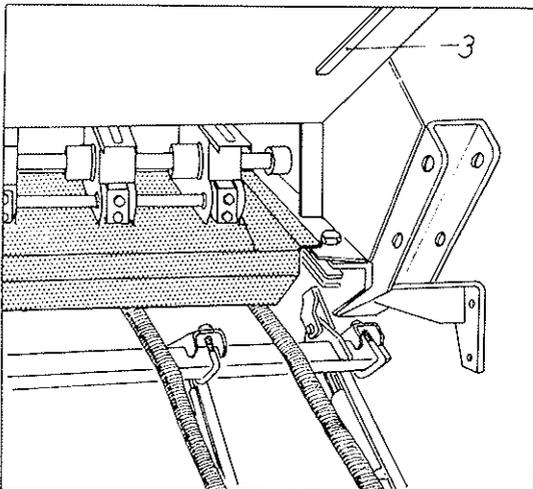

Fig. 2
**SEGUNDO:** Se retira la bandeja de su asiento de transporte (3) y se desliza horizontalmente debajo de los dosificadores (fig. 2).